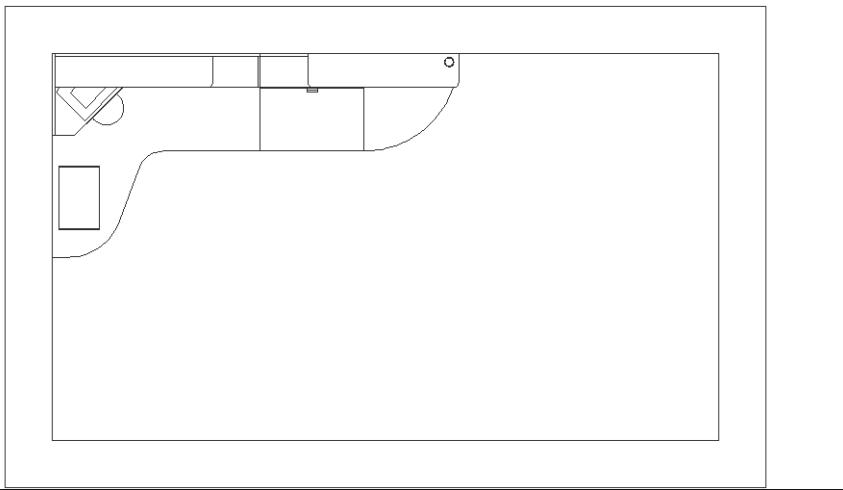

Рис. 7.3 ▼ Внутренние и наружные контуры стен детской комнаты
- Снова воспользуйтесь инструментом **Зумировать в границах** (Zoom Extents) для масштабирования чертежа по границам второго прямоугольника, который будет представлять на чертеже контур наружных стен (рис. 7.3).
- Щелкните на обоих прямоугольниках для их выделения, а затем запустите инструмент **Расчленить** (Explode) панели инструментов **Изменить** (Modify). Альтернативный метод запуска заключается в использовании команды меню **Изменить** ⇒ **Расчленить** (Modify ⇒ Explode) либо во вводе в командном окне команды **Расчленить** (EXPLODE) или ее псевдонима **расч** (X).